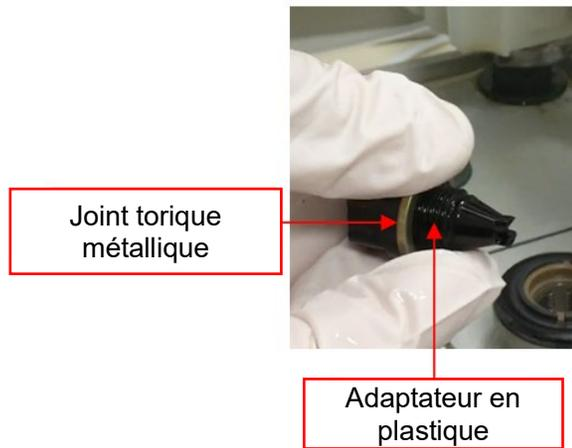

Figure 9 : installation du joint torique en métal sur l'adaptateur de lest d'air en plastique
- 2) Fixez le joint torique métallique sur l'adaptateur noir en plastique et le joint torique noir sur l'adaptateur métallique. Reportez-vous à la Figure 9.